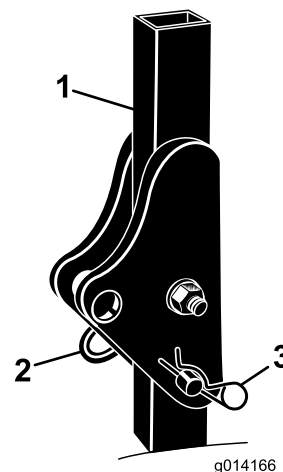

Figure 5
1. Retirez les 2 goupilles fendues et les 2 axes de l'arceau de sécurité (Figure 5).
2. Relevez l'arceau de sécurité à la verticale et fixez-le en position avec les 2 axes et les 2 goupilles fendues (Figure 5).